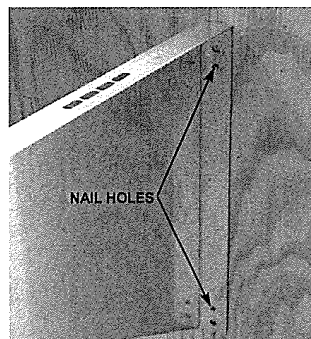

Figura 13
- 2- Sujetar provisoriamente los montantes con clavos en los orificios superiores. Asegurarse que los soportes estén nivelados (Figura 13).